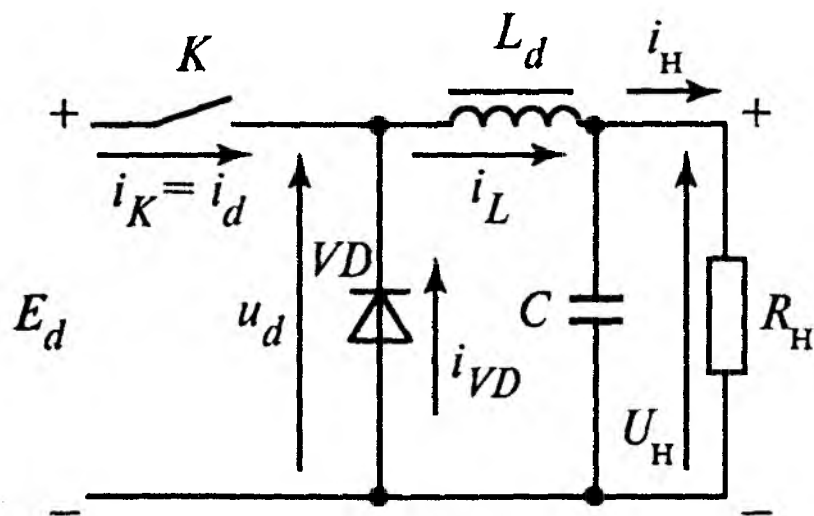

Рис. 6
10. Напряжение источника питания ИРПН первого типа (рис.6) $E_d = 12$ В и изменяется от E_d до $0,8E_d$, ток нагрузки $I_H = 1$ А, напряжение на нагрузке $U_H = 5$ В, частота переключения ключа $K f = 1000$ Гц. Определить: 1) изменение коэффициента заполнения $\gamma_{\min} - \gamma_{\max}$ для получения стабильного напряжения на нагрузке; 2) время импульса $t_{\text{и}}$ и время паузы $t_{\text{п}}$ при $E_d = 12$ В; 3) необходимое значение индуктивности L , обеспечивающее колебания тока нагрузки $I_{\max} - I_{\min} = 0,01I_H$ при $E_d = 12$ В.